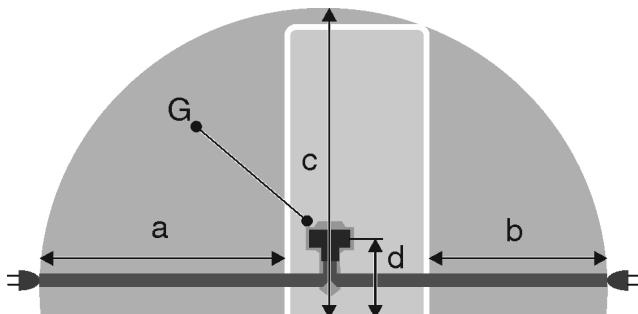

Fig. 20 \*
- Розетка находится не за устройством, а в зонах a или b Fig. 20 (a, b, c).
- Штекер устройства Fig. 20 (G) подсоедините с задней стороны устройства. Следите за правильной фиксацией.